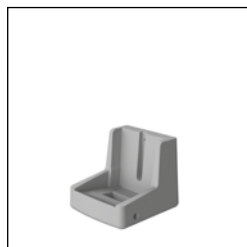

Figure 16 Chargeur mural.
- Chargez la batterie, sur le chargeur mural (voir figure 16).